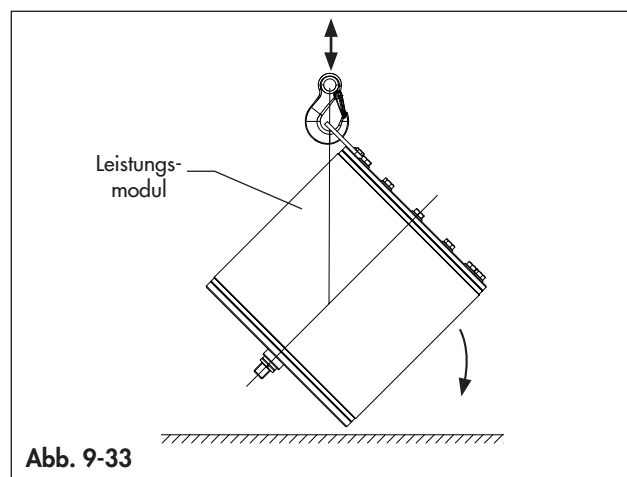

Abb. 9-33
- Heben Sie das Leistungsmodul mit einer geeigneten Vorrichtung an und legen Sie es auf eine horizontale Fläche. (Abb. 9-33)